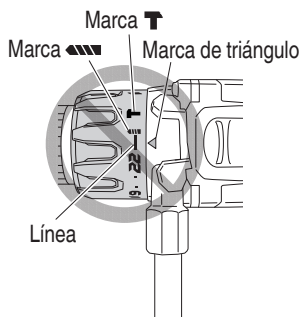

Fig. 19
- No usar con el dial del embrague en el número “22” y la línea en el medio de la marca de taladro. Si lo hiciese, se podrían producir daños. (Consulte la Fig. 19)